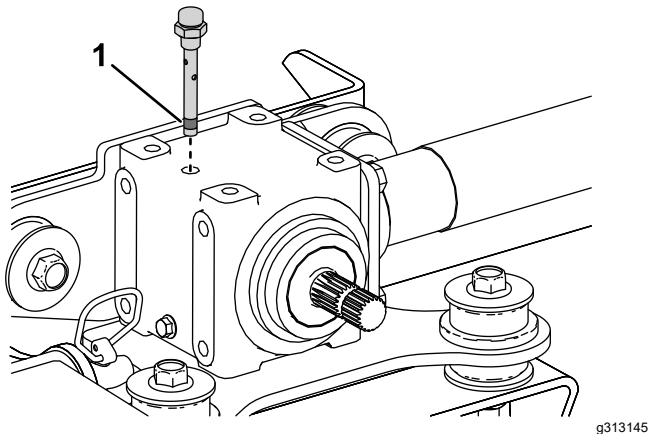

図 24
2. ギアボックスの上部についているブリーザプラグ 図 24 を取り、オイルの量が、ブリーザプラグについている2本の適量マークの間にあることを確認する。油量が少なければ2本のマークの間まで補給する。